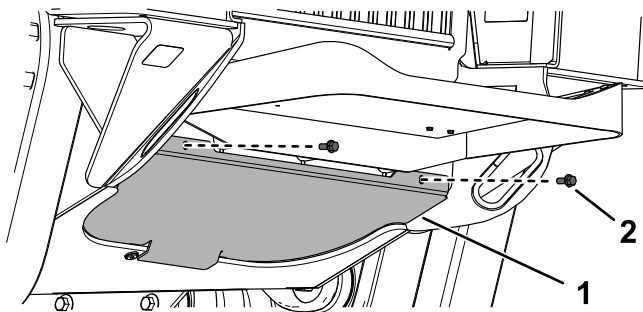

Figure 44
1. Retirez les 2 boulons de fixation de la plaque inférieure (Figure 44).